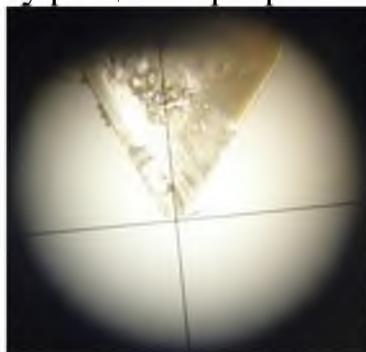

Рис. 12. Выставление вершины резьбового резца
1) Выставляем вершину резца в перекрестие микроскопа (рис. 12).